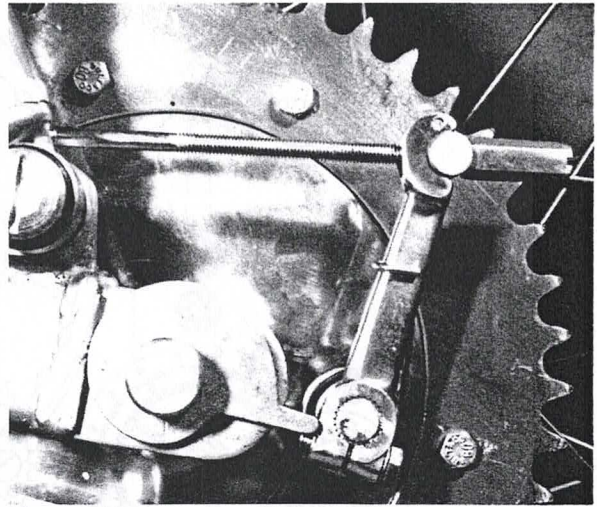

Bild 174
- Die Zähne des Kettenrades prüfen (Bild 174). Falls welche abgewetzt, verbogen oder gebrochen sind, muss das Kettenrad ersetzt werden, sonst nützt sich die Kette sehr schnell ab.